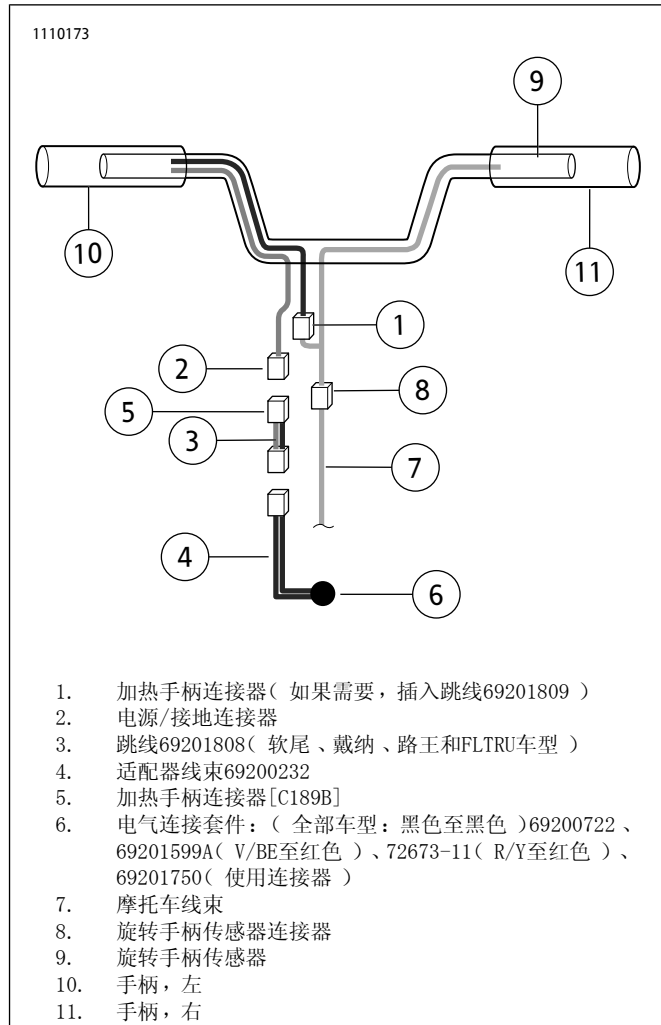

图10。电气连接
3. 参见图10。将加热手柄互连连接器(1)连接到左侧手柄。
5. 参见图10。连接左侧手柄的加热手柄电源/接地导线(2)。
- b. 参见图10。将加热手柄(2)中的2路连接器插接到前灯后面69201750的2路连接器。